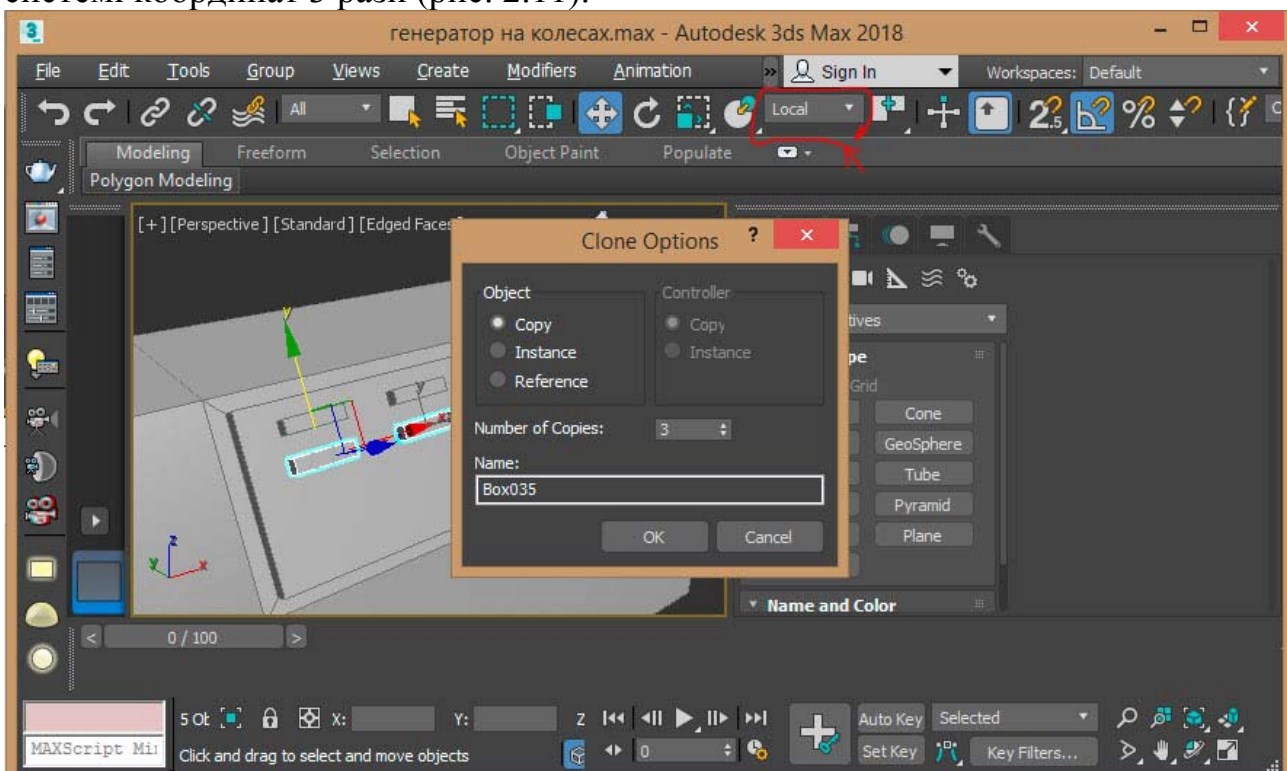

Рис. 2.11 – Створення кнопок
11. Скопіюйте з залежністю даний елемент 4 рази по горизонталі. Потім виберіть весь рядок отриманих об'єктів і скопіюйте по вертикалі в локальній системі координат 3 рази (рис. 2.11).